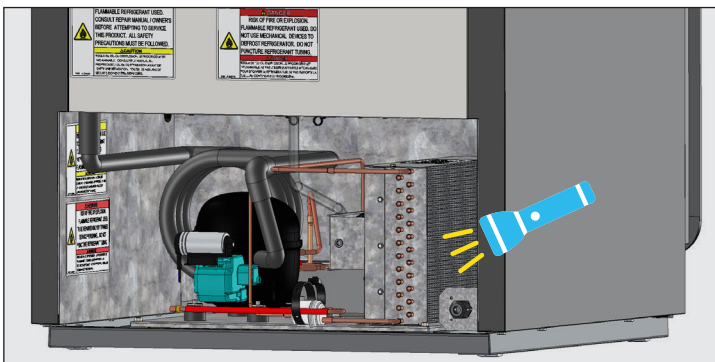

Fig. 4. Verifique que se hayan quitado todos los bloqueos.
4. Una vez eliminada la suciedad de la superficie del serpentín, use una linterna para verificar que pueda ver con claridad a través del serpentín. Consulte la fig. 4.